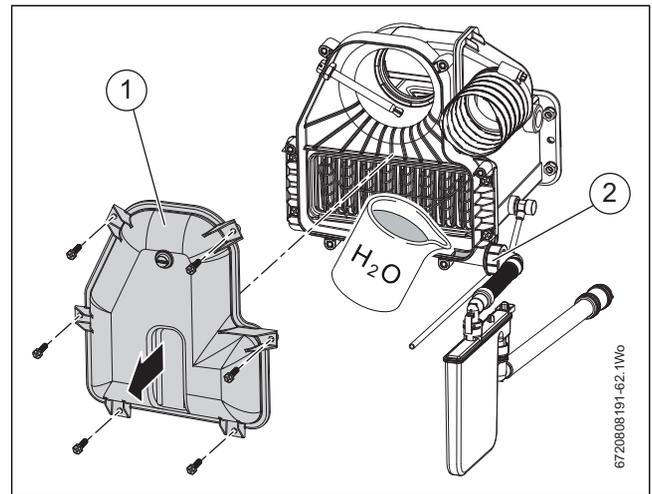

Fig. 61 Remplissage du siphon à condensats
- ▶ Verser délicatement 500 ml d'eau dans le point de collecte de condensat [2] afin de remplir le siphon à condensats → Fig. 61.